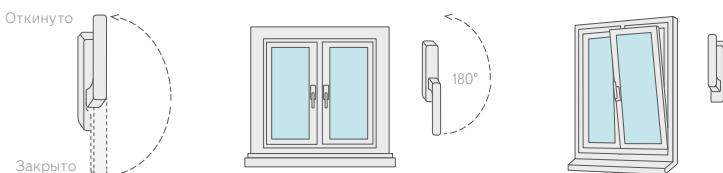

Рис. 2
3. Для перевода створки из закрытого положение в откидное (поворот створки относительно нижней горизонтальной оси, положение «Откинуто» на Рис.2) ручку поворачивают вертикально на 180 градусов вверх. Затем, потянув за ручку, поворачивают створку относительно нижней горизонтальной оси на заданный изготовителем угол (не более 10 градусов) (откидной режим).
- Для запирания створки из открытого или откидного положения ее сначала закрывают и, придерживая створку рукой, поворачивают ручку вертикально вниз (положение «Закрыто» на Рис. 2).